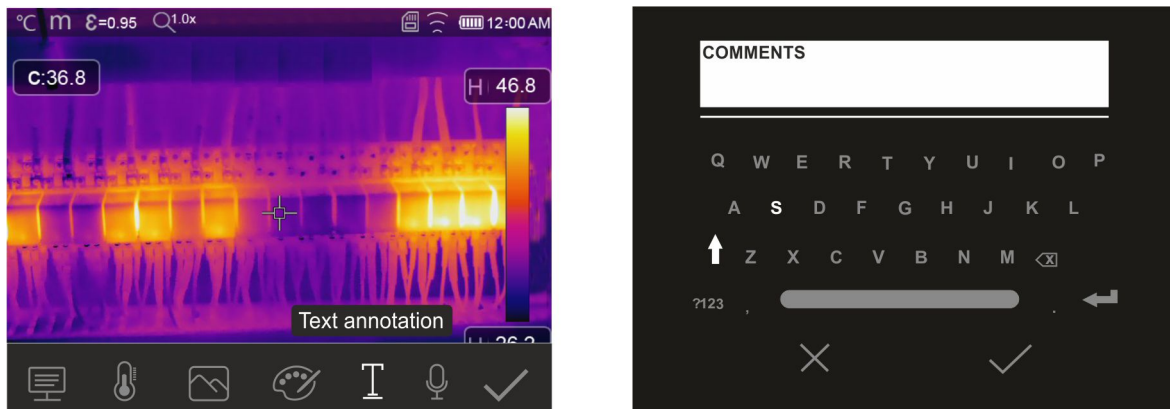

Fig. 49: Inserción nota de texto en la imagen
4. Toque el icono “T” para insertar una nota de texto en la imagen. La pantalla de Fig. 49 – parte derecha se muestra en el visualizador